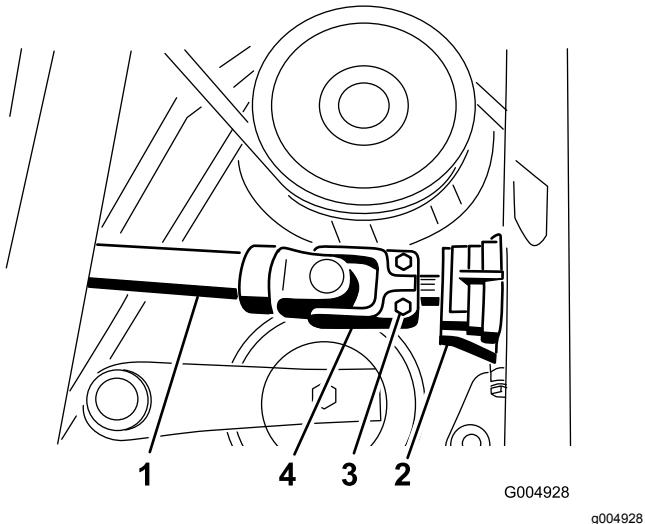

Figure 52
2. Retirez la goupille cylindrique et déposez l'arbre d'entraînement de l'arbre de boîtier d'engrenages (Figure 52).